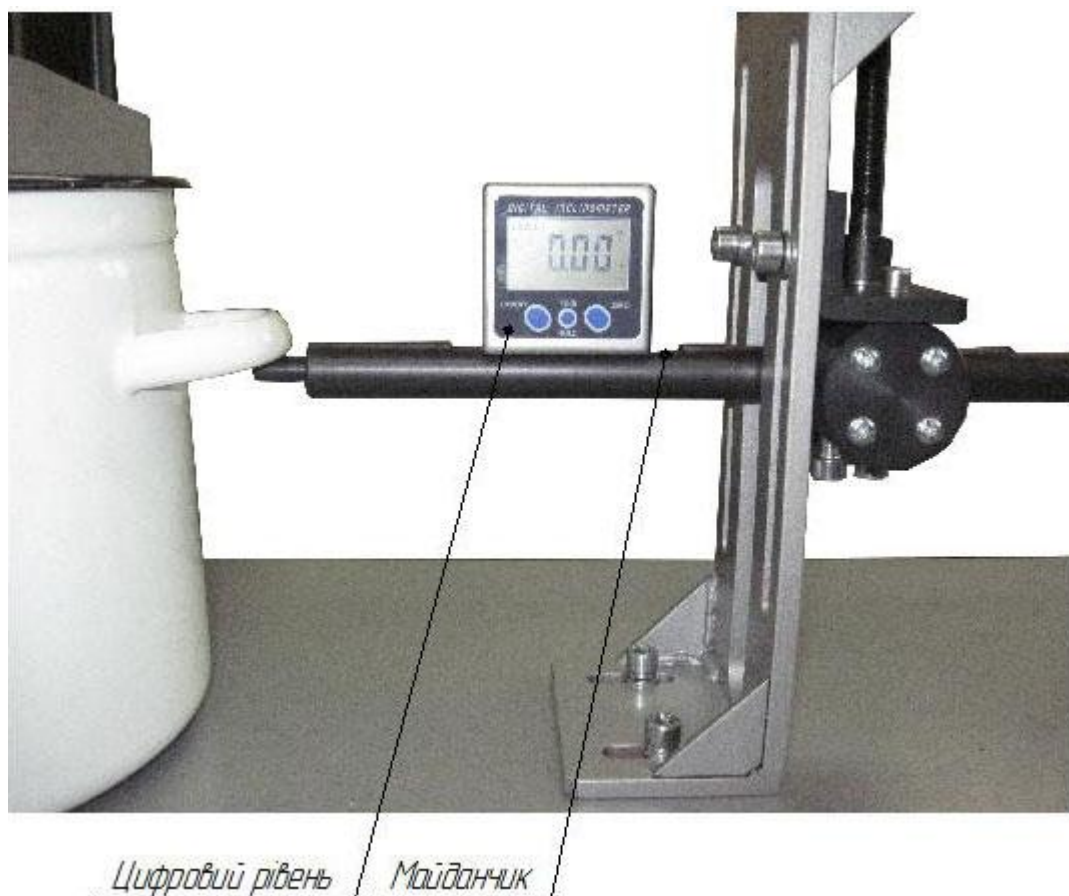

Рис. 2 – Встановлення рычага по нульовому рівню
5.3 Цифровий рівень встановлюємо на майданчик рычага, та виставляємо рычаг (8) по нульовому рівню, як показано на Рис. 2. Перед тим як проводити навантаження цифровий рівень треба зняти з рычага.